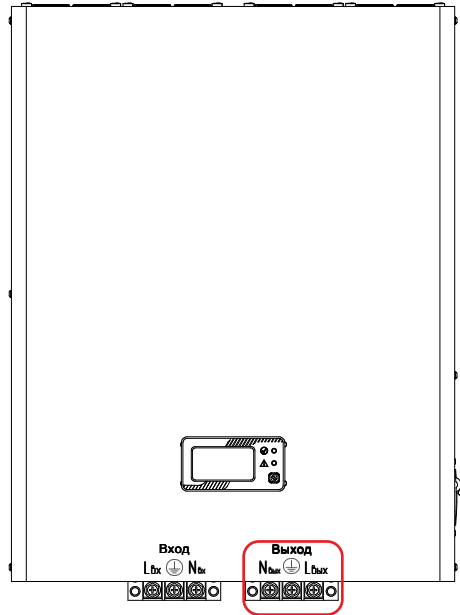

Рисунок 31. Стабилизаторы Штиль IS8000 и IS10000. Выводы «Выход N-⊥-L»
- у моделей IS8000 и IS10000 к выводам «Выход N- \oplus -L» (**рисунок 31**) - в ходе подключения кабеля нагрузки необходимо продеть через отверстия защитного кожуха (**рисунок 33**), при необходимости ослабив планку фиксации.